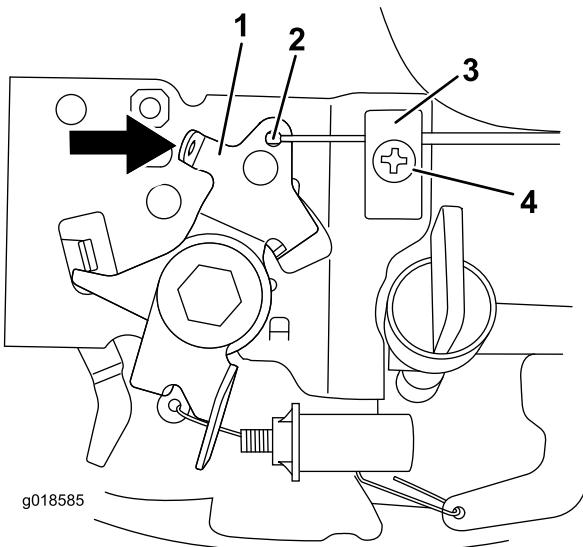

Figura 4
8. Empurre a alavanca para a posição de totalmente bloqueado (Figura 4).
9. Coloque a extremidade na alavanca e, em seguida, puxe o cabo do acelerador e aperte o parafuso (Figura 4).